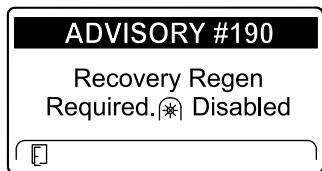

Figura 53
- É necessária uma regeneração de recuperação – tomada de força desativada Aviso N.º 190 (Figura 53)